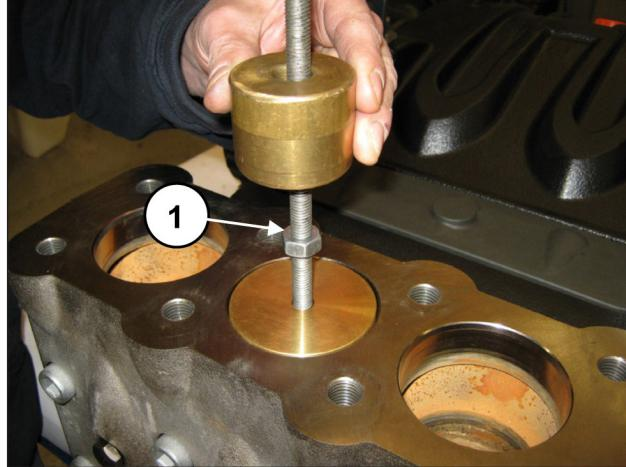

Fig. 98
Extraer el tapón de la válvula introduciendo un extractor de percusión en el orificio M10 del tapón de la válvula (pos. ①, Fig. 98).